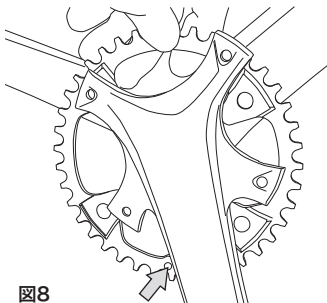

図8
- チェーンリング上のピンがクランク・アームの下に来るように、新しいチェーンリングをクランクセットにセットします (図8)。